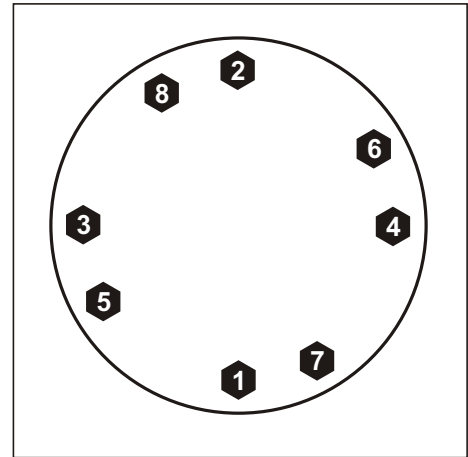

Рис. 104. Порядок затяжки болтов крепления маховика.
3. Наживить болты и затянуть рекомендуемым моментом в порядке, указанном на **Рис. 104**: